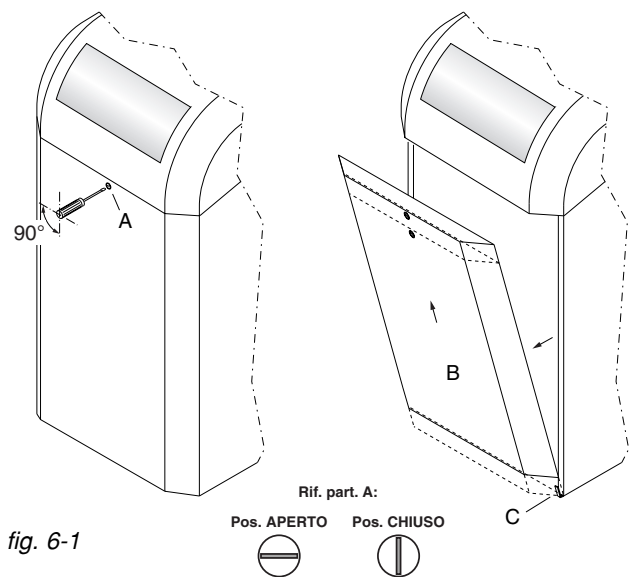

fig. 6-1
- Agendo con un cacciavite (fig. 6-1), ruotare di 90° in senso antiorario la vite di bloccaggio **A**
Per riposizionare il pannello **B** (fig. 6-1):